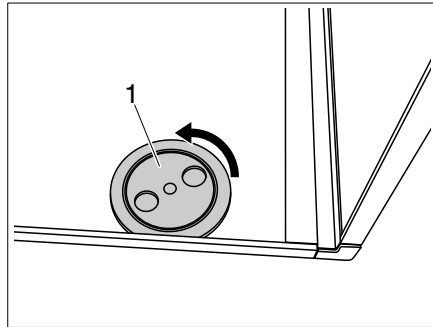

Bild 26 Abdeckungen entfernen
- Abdeckungen (Bild 26,1) links und rechts an den Fixierungen abschrauben.